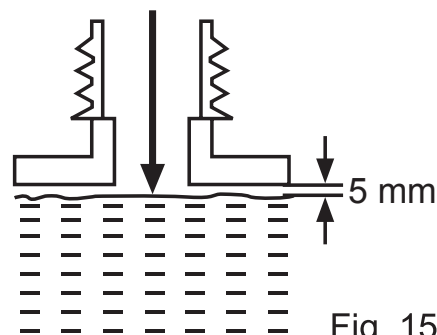

Fig. 15
- > Use um funil adequado com filtro para impedir que entrem resíduos no depósito e para evitar derrames ou o enchimento excessivo do depósito. Não encha demasiado e deixe um espaço de cerca de 5 mm até ao topo do depósito, para deixar que o lubrificante se expanda (Fig. 15).
- > Limpe o combustível derramado com um pano suave e volte a colocar a tampa (30) do depósito de óleo da corrente. Use a chave combinada (32) para apertar bem a tampa (30).